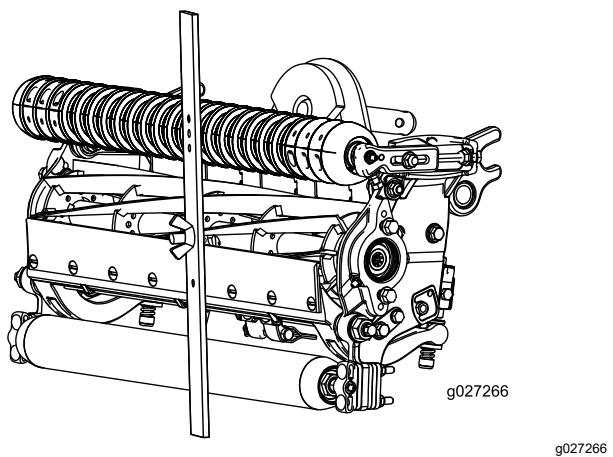

図 17
3. ボルトの頭を下刃の刃先に引っ掛け、バーの後端を後部ローラーに載せたままにする^{図 17}。
4. フロントローラーがゲージバーに接触するまで調整ボルトを回す^{図 17}。ローラ全体が下刃と平行になるように、ローラの両側を均等に調節する。